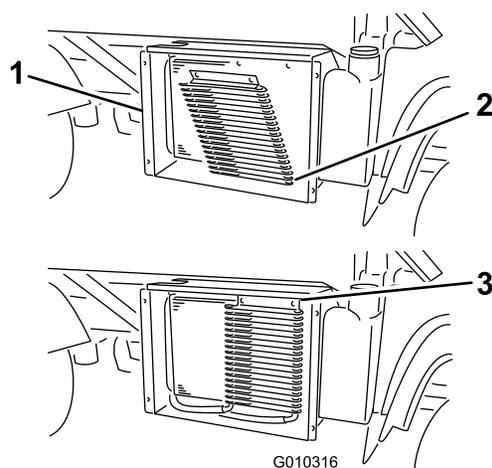

図 53
6. ラッチを外し、オイルクーラを装備している場合にはそれを倒してラジエターから遠ざける 図 53。